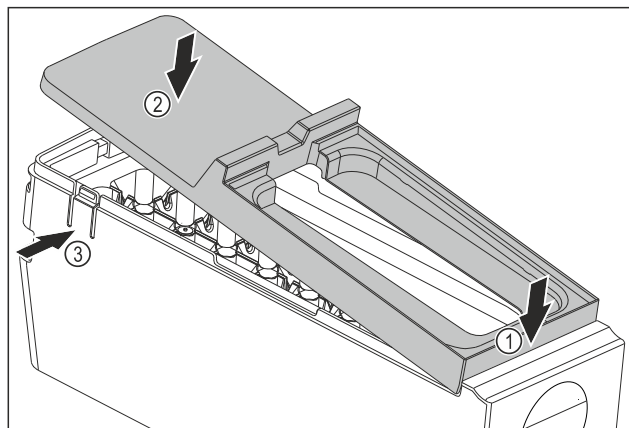

Fig. 85
- ▶ Montirajte pokrov glavnega dela EasyTwist-Ice: Pokrov spredaj namestite. Fig. 85 (1)
- ▶ Pokrov zadaj spustite. Fig. 85 (2)
- ▷ Pokrov se slišno zaskoči v obe sponi Fig. 85 (3).